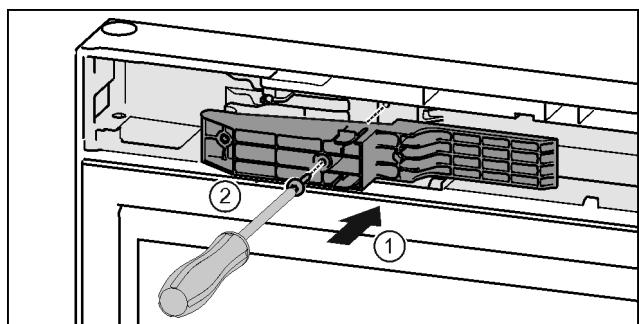

Fig. 46 \*
- Adapterstück auf der Griffseite in die Aussparung einsetzen. Fig. 46 (1)\*
- Schrauben mit Schraubendreher T15 festschrauben. Fig. 46 (2)\*